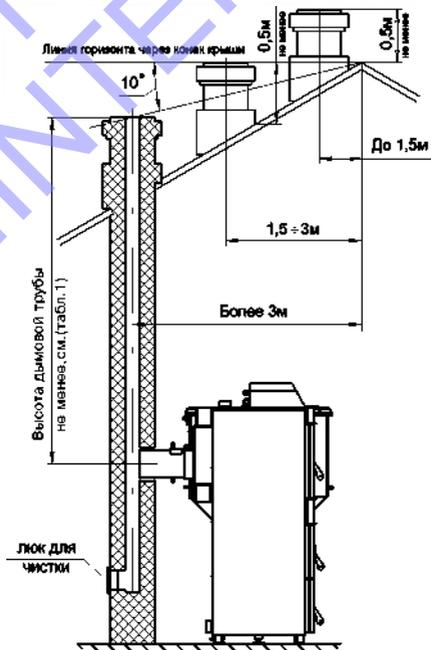

Рис.7 Варианты установки дымоходной трубы
6.4. Высоту дымовой трубы над крышей (в зависимости от расстояния ее до конька крыши) выполнить, как показано на рис. 7.